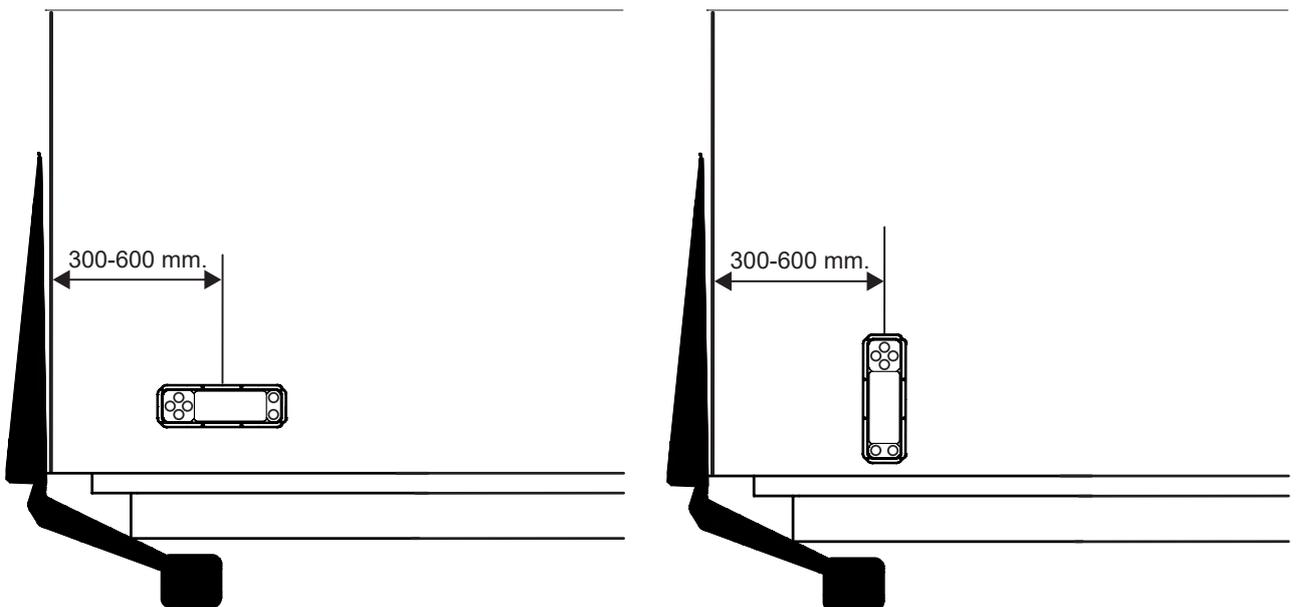

Imagen 49. Montaje del actuador
5. A continuación, monte el actuador en el armario. Véase la Imagen 49